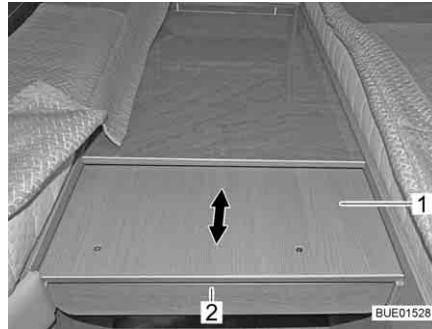

Fig. 118 Extraire la rallonge latérale de lit
- Passer les mains sous le cache (Fig. 118,2) et extraire entièrement la rallonge (Fig. 118,1).